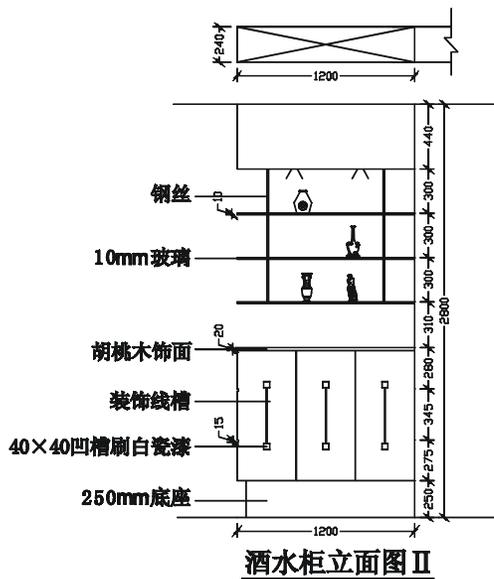

图 8-1-105
**STEP 17** 将修改后的部分重新标注文本，并给该立面添加标题，如图 8-1-105 所示。